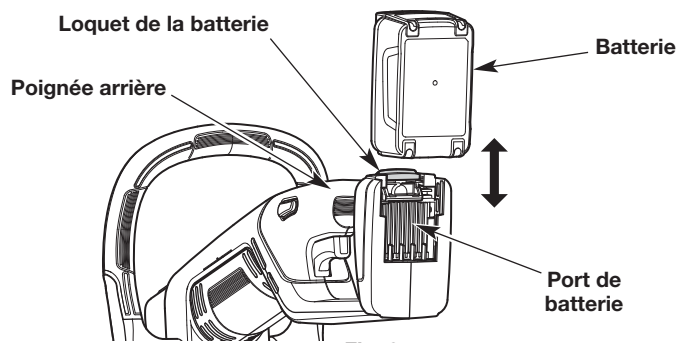

Fig. 8
2. Poussez la batterie dans le port de la batterie jusqu'à ce que le loquet de la batterie s'enclenche (Fig. 8). La batterie doit glisser en place et un « clic » se fera entendre.
2. Repoussez le loquet de la batterie (Fig. 8).
3. Retirez la batterie du port de la batterie (Fig. 8).